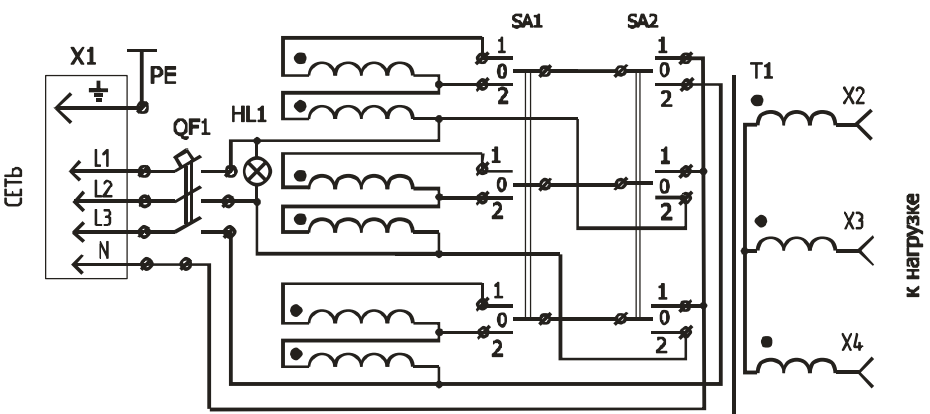

Рис.2
4.2 Схема электрическая принципиальная приведена на рис. 2. Первичные обмотки понижающего трансформатора Т1 коммутируются переключателями SA1 и SA2. В зависимости от положения переключателей на вторичных обмотках получаются рабочие напряжения в соответствии с табл.2.
Перечень элементов к схеме электрической принципиальной (рис.2):